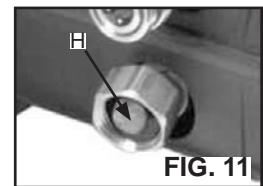

FIG. 11
- Saisissez l'extrémité du filtre (H) et retirez-le de l'orifice d'entrée d'eau de la pompe, tel qu'illustré. (Fig. 11)